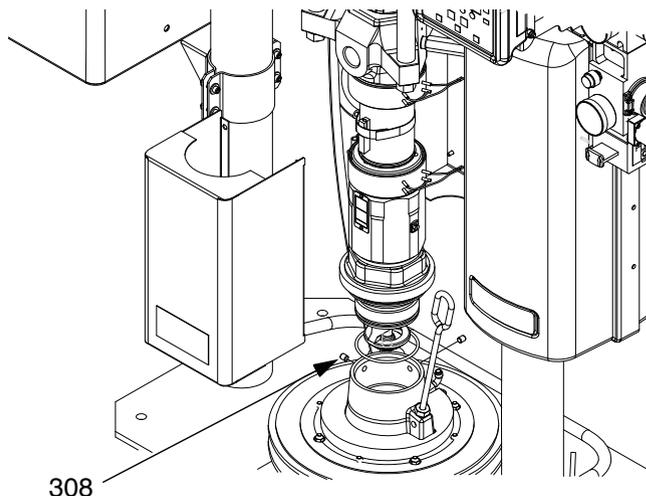

**FIG. 41: Kit de montaje para 208 l (55 gal.)**
2. Fije la bomba al plato con tornillos (103a) y abrazaderas (103b). Vea la FIG. 41.